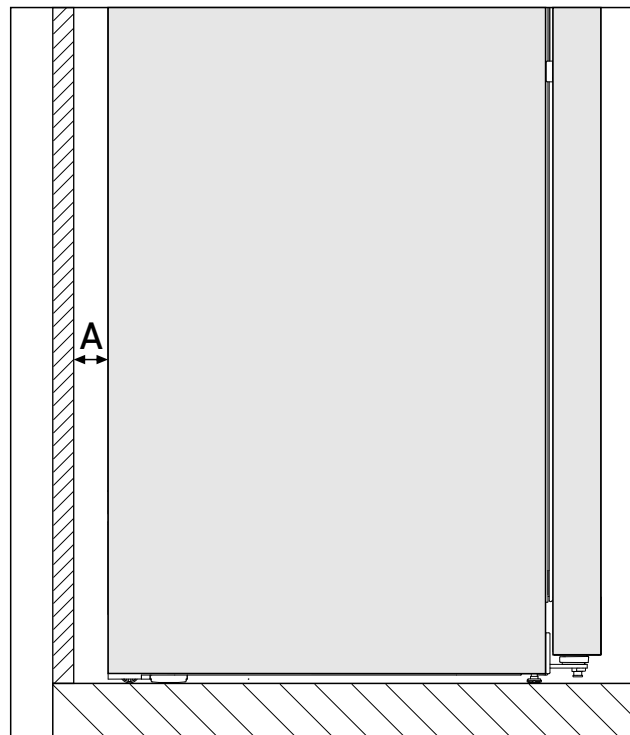

Fig. 2 \*
Spotřeba energie byla zjištěna s ohledem na vzdálenost od stěny Fig. 2 (A) mezi zadní stranou spotřebiče a stěnou. Pokud je vzdálenost od stěny menší než Fig. 2 (A), nemá to žádný vliv na funkčnost spotřebiče, avšak při menší vzdálenosti od stěny se mírně zvýší spotřeba energie.